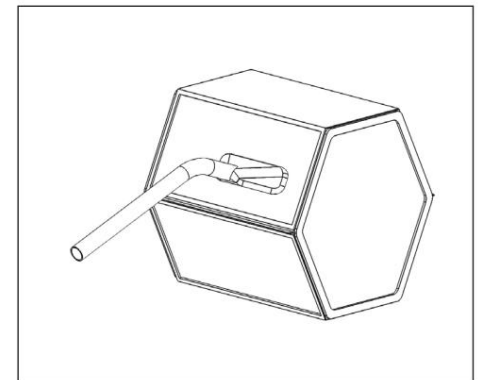

Fig. 8.p
- Curățați ventilatoarele în fiecare an cu un aspirator. Necesitatea efectuării acestei operațiuni poate varia în funcție de condițiile ambientale interioare și exterioare și de frecvența curățării filtrului. Nu mișcați clemele de echilibrare a motorului (Fig. 8.kloq).